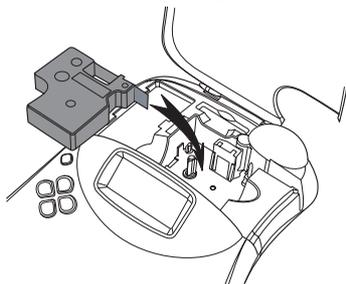

Figura 5
2. Inserire la cartuccia con il nastro e il nastro inchiostrato posizionati tra le guide. Vedere Figura 5.